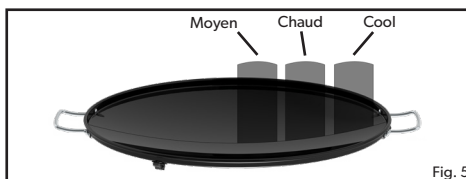

Fig. 5
- Les températures de cuisson sont faciles à régler pour convenir à vos propres exigences, en tournant le bouton de commande (K) afin de régler le degré de chaleur. Une fonctionnalité du barbecue Skottel est qu'il propose différentes zones de chaleur (Voir Fig. 5). Cela est très utile, car certains aliments cuisent plus vite que d'autres et les aliments qui sont prêts en premier peuvent être déplacés vers les zones moins chaudes pour les maintenir au chaud pendant que le reste des aliments poursuit sa cuisson.